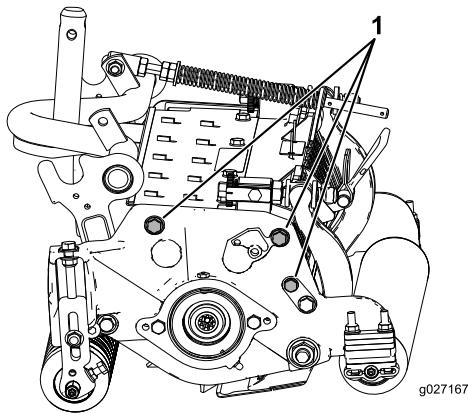

Рисунок 12
**Примечание:** Положение заднего валика относительно барабана контролируется допусками на обработку узлов в сборе и поэтому синхронизация не требуется. Возможна лишь незначительная регулировка, которую выполняют путем установки режущего блока на поворачивную плиту с плоской поверхностью и ослаблением монтажных винтов с головкой, крепящих боковую пластину (Рисунок 12).